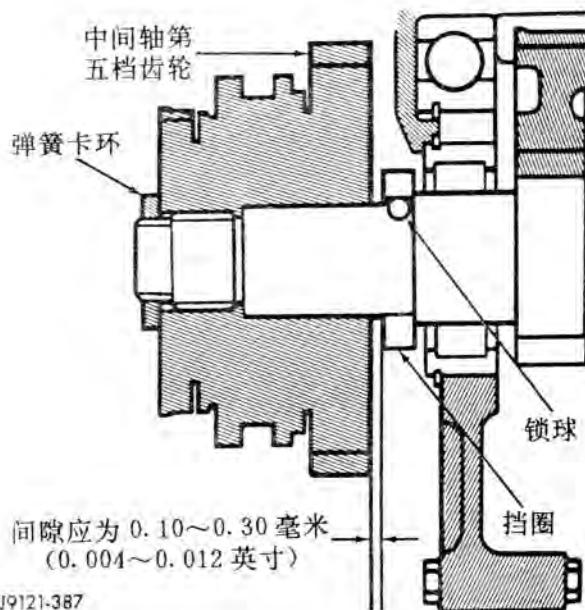

图 27 测量中间轴五档齿轮轴向间隙
(1) 在 AX5 上, 使用塞尺测量中间轴五档齿轮轴向间隙 (图 27)。间隙应为 0.10~0.30 毫米 (0.004~0.012 英寸)。